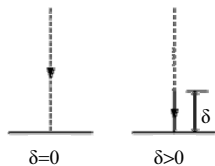

图 1-35 慢速下刀距离
2) 慢速下刀距离：在切入或切削开始前的一段刀具轨迹的位置长度，这段轨迹以慢速下刀速度垂直向下进给。有相对与绝对两种模式，单击“相对”或“绝对”按钮可以实现二者的互换。其具体表示如图 1-35 所示，其中 δ 为慢速下刀距离。